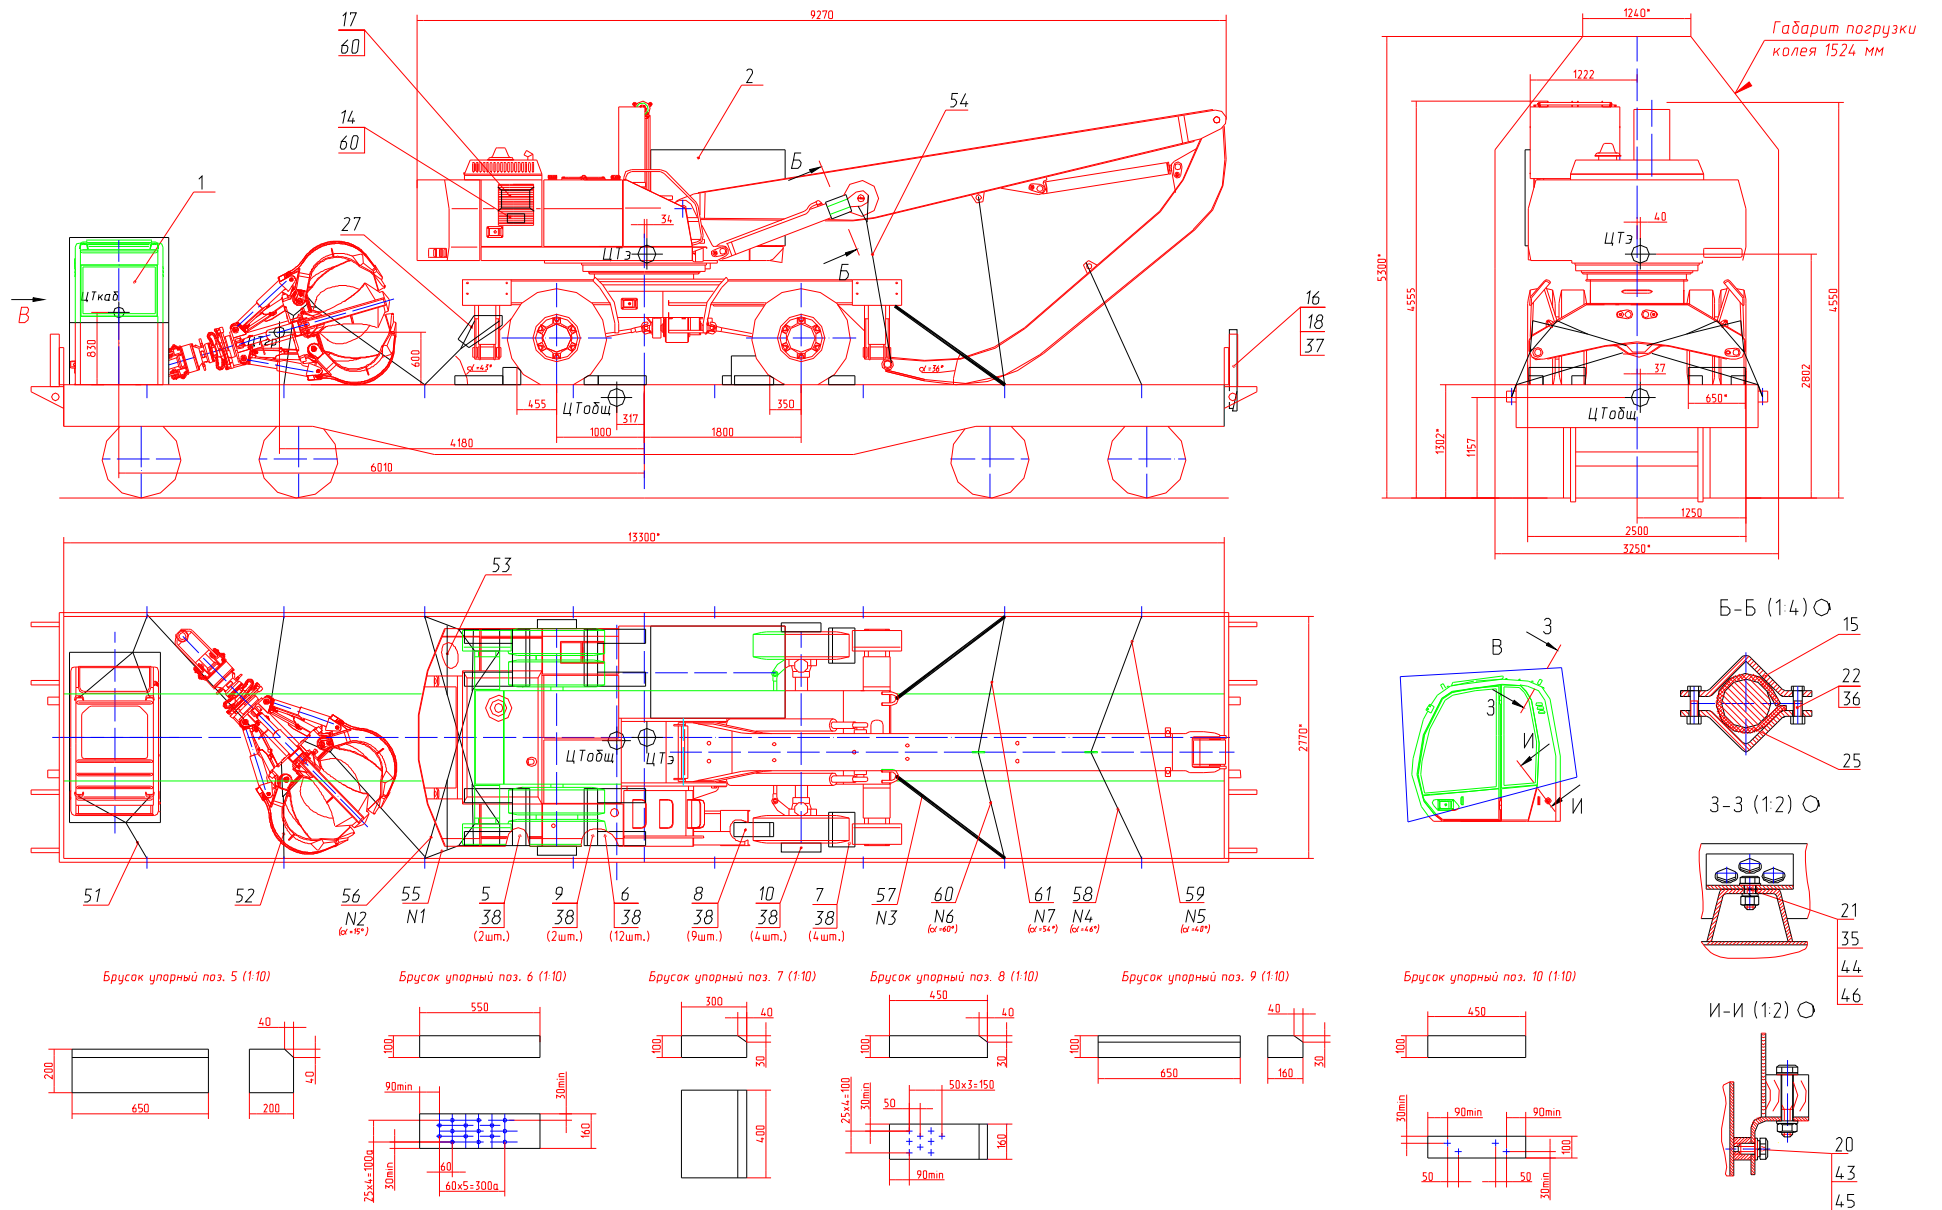

Рис. 6 Схема погрузки экскаватора на четырехосную железнодорожную платформу
2. Экскаватор грузить на платформу собственным ходом по эстакаде с углом наклона до 9° или с помощью крана и разместить над продольной осью платформы по схеме (рис. 6). Снять грейфер с ротатором, закольцевать рукава, стрелу опустить, рукоять подвернуть. Включить стопор поворота, стояночный тормоз, 1-ю передачу КПП и передний мост. После погрузки рычаги управления гидрораспределителем установить в нейтральное положение. Законсервировать штоки гидроцилиндров, слить воду (при использовании воды) из системы охлаждения двигателя (**Тосол-А40М или антифриз – не сливать**) и горючее из бака сверх установленной нормы. Закрыть дверцы капота на ключ, опломбировать. Кабину снять, закрыть кожухом, разместить на полу платформы, закрепить растяжками и брусками. На место кабины установить защитный кожух, опломбировать.